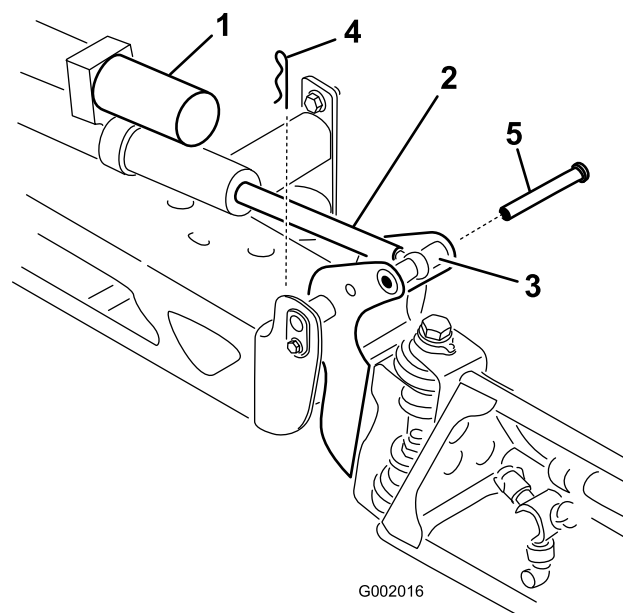

Figura 45
2. Retire o contrapino do pino de articulação (Figura 45).
3. Levante a rampa e retire o pino (Figura 45). Faça descer lentamente a rampa até ao solo.
6. Levante a rampa para alinhar a articulação com a barra do accionador. Enquanto segura na rampa, insira o pino através tanto da articulação da rampa como da barra do accionador (Figura 45).